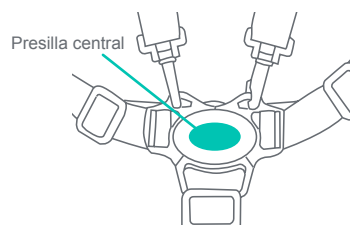

Fig. 13
- 13) • Presione el botón rojo en la presilla central para destrabar las dos hebillas del arnés (Fig. 13).